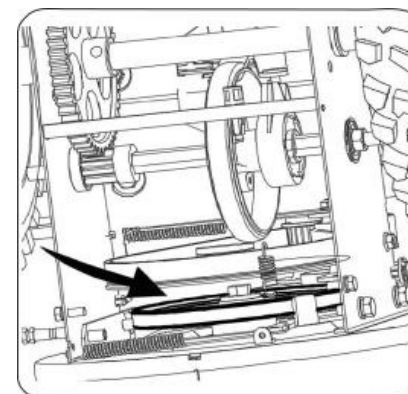

Рисунок 30
4. Приводной ремень стянуть со шкива между фрикционным колесом и фрикционным диском (см. рис. 30).